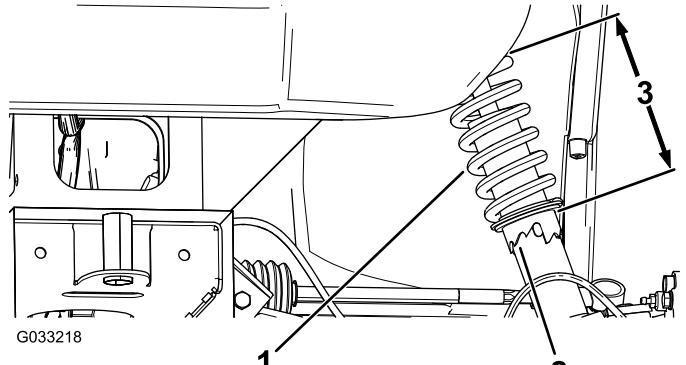

Figura 55
- Si la caída de la rueda no está alineada, utilice la llave de gancho para girar el collarín del amortiguador y alinear la rueda (Figura 55).